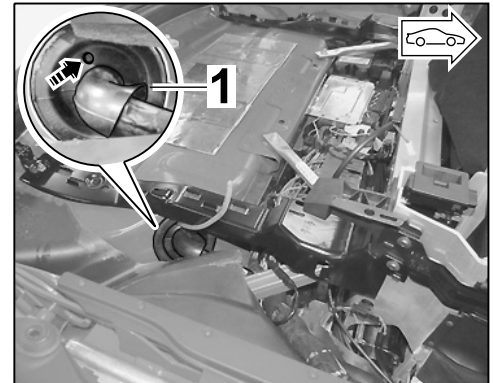

Figure 14
3.3 Punch grommet ⇒ Figure 14 -1- (⇒ Figure 14 -arrow-).